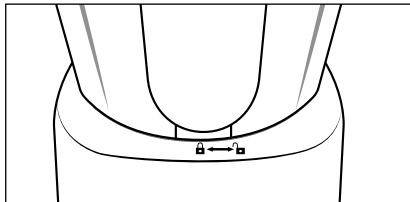

Fig. 3
- 5) Aveți grijă ca gura de turnare de pe accesoriul de amestecare ③ să fie închisă.
- 6) Apăsați dopul de umplere ① până la opritor în orificiul din capac.
- 7) Așezați accesoriul de amestecare umplut și închis ③ pe blocul motor ⑥. Folosiți în acest scop decupajele de pe blocul motor ⑥ și aveți grijă ca mânerul accesoriului de amestecare ③ să indice spre simbolul  (a se vedea fig. 3). Rotiți accesoriul de amestecare ③ în sens orar în poziția  până când se blochează cu un sunet. Motorul poate porni numai după ce accesoriul de amestecare ③ este așezat fix.